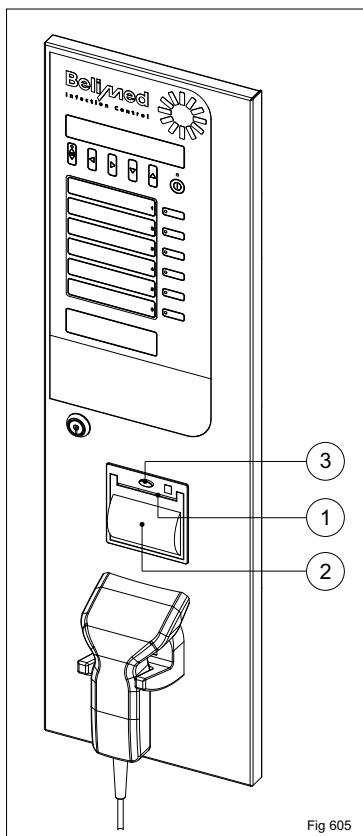

Fig 605
- Deckel über die Drucktaste (Fig. 605/606 Pos. 3) aufklappen
- Papier durch den Papierauslass (Fig. 605/606 Pos. 1) führen